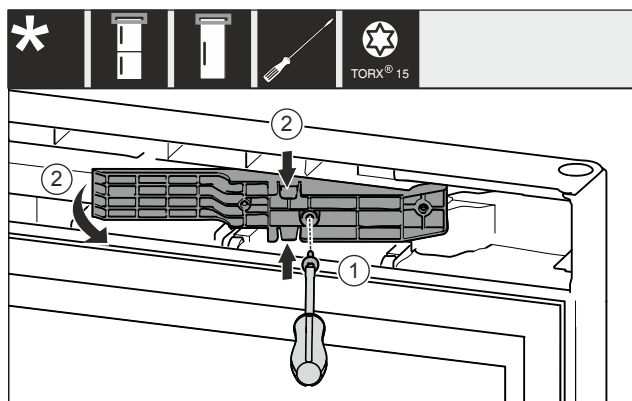

Fig. 12 *
- 用 T15 螺丝刀将螺钉松开。 Fig. 12 (1)*
- 拉出适配件。 Fig. 12 (2)*